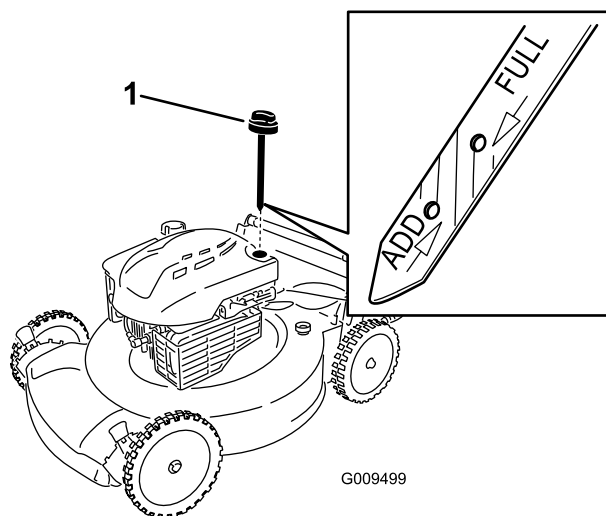

Figura 11
2. Togliete l'asta di livello (Figura 11).
5. Rimuovete l'asta di livello e controllate il livello dell'olio sulla stessa; vedere Figura 11.